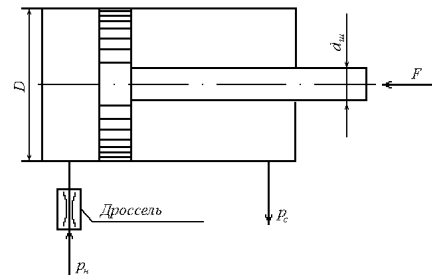

Рис. 4
11. Жидкость плотностью $\rho = 900$ кг/м³ поступает в левую полость цилиндра через дроссель с коэффициентом расхода $\mu = 0,62$ и диаметром $d = 1,2$ мм под избыточным давлением $p_n = 20$ МПа, давление на сливе $p_c = 0,3$ МПа (рис. 4). Поршень гидроцилиндра диаметром $D = 70$ мм под действием разности давлений в левой и правой полостях цилиндра движется слева направо с некоторой скоростью $v = 2$ см/с. Требуется определить значение силы F , преодолеваемой штоком гидроцилиндра диаметром $d_{ш} = 30$ мм при движении его против нагрузки со скоростью v .